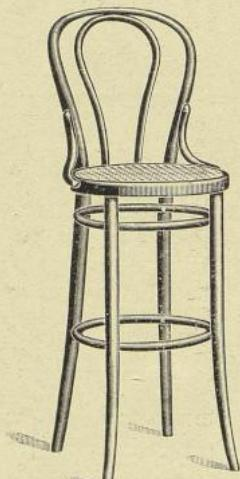

fig. 19
- N° 79 THONET véritable (fig. 19)